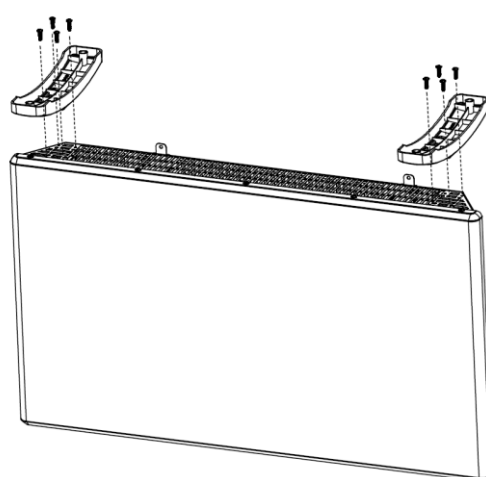

Рис.5
5.7. Для установки конвектора на пол, необходимо установить каждую опору на нижнюю часть корпуса и закрепить винтами М4*10 (Рис.5).